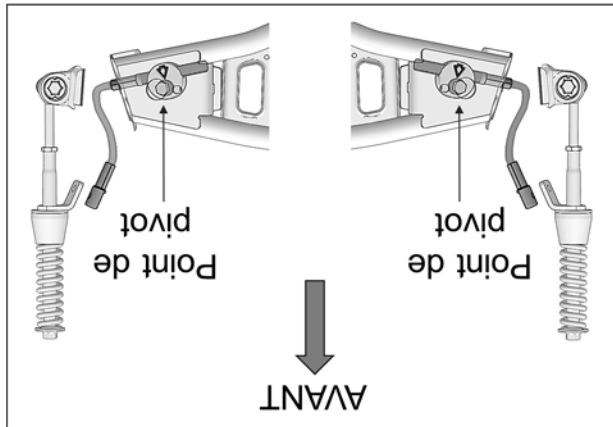

Fig. 24
14. À l'assemblage, assurez-vous que le point de pivot du disque en aluminium soit positionné en avant du câble du limiteur de conduite. Voir la Fig. 24